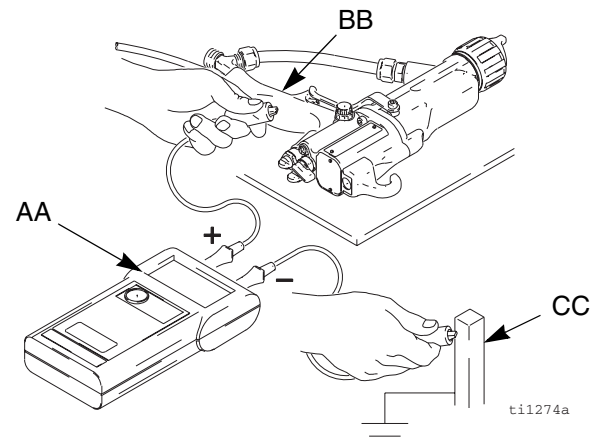

Fig. 4. Contrôler la mise à la terre du pistolet
Le mégohmmètre réf. 241079 (AA-Voir la Fig. 4) n'est pas homologué pour une utilisation sur un site dangereux. Pour réduire les risques d'étincelles, ne pas utiliser le mégohmmètre pour contrôler la mise à la terre, sauf:
4. S'assurer que le flexible d'air (R) mis à la terre est bien branché et que le fil de terre du flexible est raccordé à une véritable prise de terre.
5. Mesurer la résistance entre la poignée du pistolet (BB) et une véritable terre (CC). Utiliser une tension test comprise entre 500 volts minimum et 1000 volts maximum. La résistance ne doit pas dépasser 1 mégohm. Voir la Fig. 4.